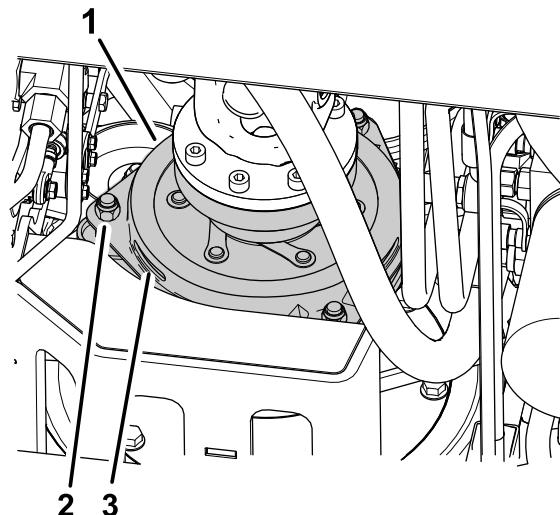

Figura 75
3. Ajuste la holgura hasta que pueda deslizar una galga de 0,3 mm entre la guarnición del embrague y la placa de fricción con una ligera presión (Figura 75).
Nota: La holgura puede reducirse girando las tuercas de ajuste en sentido horario (Figura 75). La holgura máxima es de 0,6 mm. Ajuste las 3 holguras a 0,4 mm.